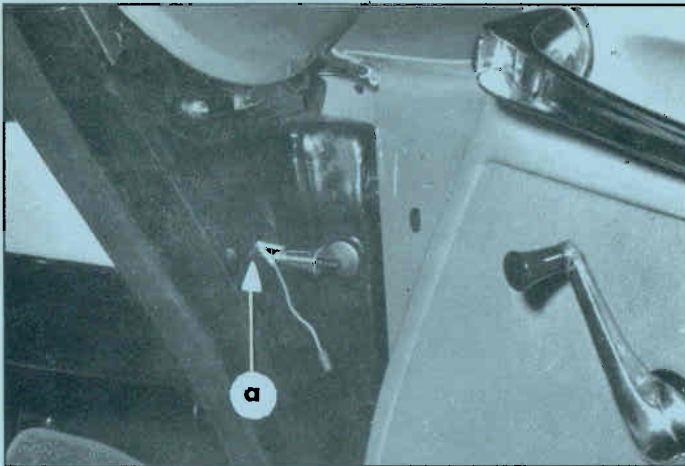

Fig. 11
5. Voorste portierstijlen (afb. 11)